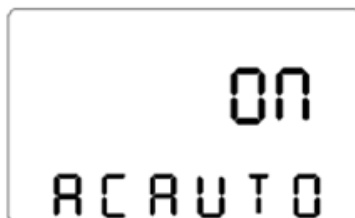

Figura 5.16: Configuração da partida automática AC do Studio
Por padrão esta configuração vem habilitada (ON). Se o usuário desabilitar (OFF), quando a alimentação principal for restaurada após o sistema ter sido descarregado e desligado, o sistema não fará a inicialização automática. A Figura 5.16 demonstra a tela de configuração.